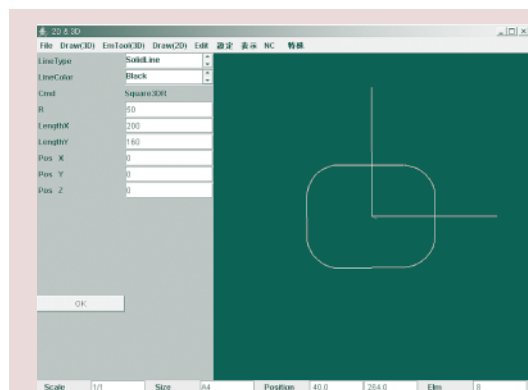

図1 四角形の作成(X=200,Y=160,R=50)
開発したコマンドを利用して、NCデータを作成する手順を①～⑤(図1から8)に示します。
- ①Z=0のXY平面上に横長さ200、縦長さ160、角50Rの四角形を描く(図1)。